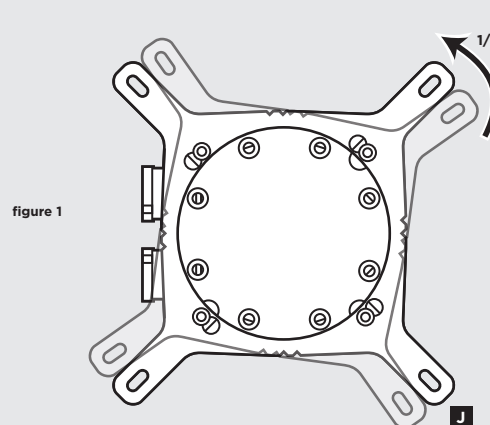

figure 1
- Entfernen Sie die integrierte Intel-Montagehalterung, indem Sie sie drehen und von der Kupfer-Coldplate fortziehen (Abbildung 1).
- Verwijder de geïntegreerde Intel-montagebeugel door de montagebeugel te draaien en af het koperen koelblok te trekken (afbeelding 1).
- Zdemontuj przymocowany uchwyty montażowy Intel, obracając go i odrywając od miedzianej płyty chłodzącej (rysunek 1).
- Отсоедините встроенный монтажный кронштейн Intel, повернув его и сняв с медной платы охлаждения (рис. 1).
• 转动安装支架以将集成的 Intel 安装支架拆下, 然后从铜质散热板抽离 (图 1)。